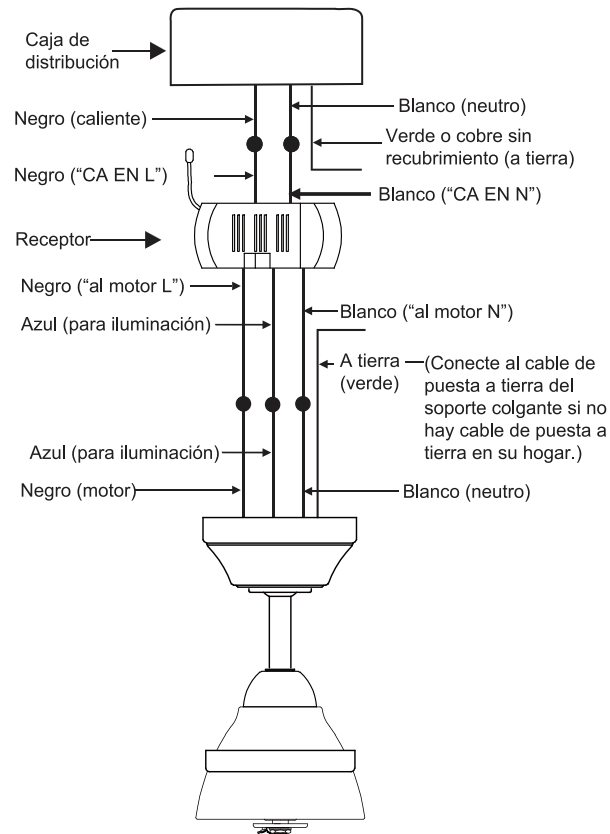

Fig. 15
Paso 2. Conexiones eléctricas del motor al receptor: (Fig.15)
Paso 3. (Fig.15) Conexiones eléctricas del receptor a los cables de alimentación del hogar:
Paso 4. (Fig.15). Si su caja de distribución tiene un cable de puesta a tierra (verde o cobre sin recubrimiento), conéctelo a los cables de puesta a tierra del ventilador; en caso contrario, conecte el cable de puesta a tierra del soporte colgante al soporte de montaje. Asegure la conexión eléctrica con una tuerca de plástico para cable proporcionada. Después de haber conectado los cables, sepárelos de manera que el cable verde y el cable blanco queden de un costado de la caja de distribución y el cable azul y el cable negro queden del otro costado. Empuje con cuidado las conexiones de cables hacia arriba dentro de la caja de distribución.